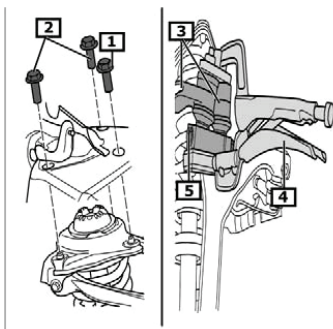

Fig. 7:
- Fig. 7 Das so komplettierte Federbein in die obere Aufnahme einführen und mit neuen Schrauben (1, 2) befestigen (50 Nm / 90°).
- Die oberen beiden Lenker (3) am Achsschenkel wieder einstecken.
- Neue Befestigungsschraube (5) einsetzen.
- Lenker mit Spannzange (4) andrücken und Befestigungsschraube festziehen.
- Fig. 7 Insert the assembled suspension strut into the upper mount and use new screws (1, 2) to attach it (50 Nm / 90°).
- Re-insert the upper two links (3) into the steering knuckle.
- Insert new attachment screw (5).
- Use clamping pliers (4) to press links together, and
- Fig. 7 Introduire la jambe de force ainsi complétée dans le support supérieur et fixer avec des vis neuves (1, 2) (50 Nm / 90°).
- Insérer de nouveau les deux bras supérieurs (3) sur la fusée d'essieu.
- Mettre en place une nouvelle vis de fixation (5).
- Comprimer le bras avec une pince de serrage (4) et visser solidement la vis de fixation.
- Fig. 7 Introducir el amortiguador completado de esta manera en el alojamiento superior y fijarlo con tornillos nuevos (1, 2) (50 Nm / 90°).
- Volver a introducir las dos barras de dirección superiores (3) en el cuello del eje.
- Utilizar un tornillo de sujeción (5) nuevo.
- Presionar la barra de dirección con la tenaza de bloqueo (4) y apretar el tornillo de sujeción.